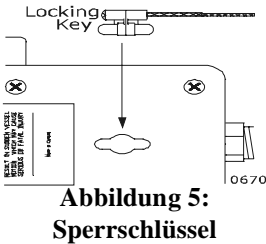

Abbildung 5:
- Der Sperrschlüssel des Reeps befindet sich wieder im Sockel auf dem Handgerät (siehe Abbildung 5:).